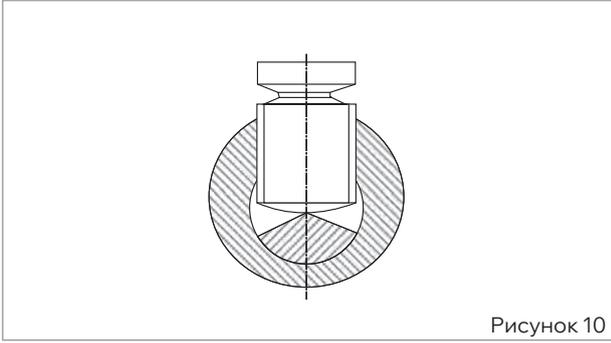

Рисунок 10
■ При использовании гильз со срывными болтами ввести конец жилы в полость гильзы таким образом, чтобы вершина сектора сечения жилы совпала с осями сжимных болтов (рис. 10), затем плавно, без рывков, затянуть болты до срыва головок, начиная с крайних